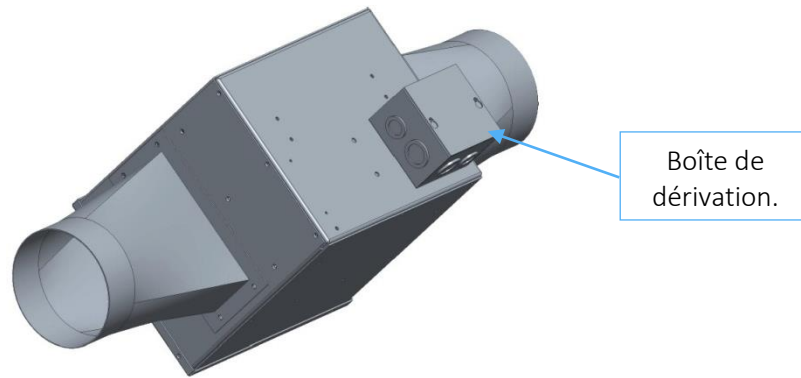

Fig. 46 *Dos du projecteur 74-00013-01*
- A. Ouvrir le couvercle de la boîte de dérivation (Figure 46)